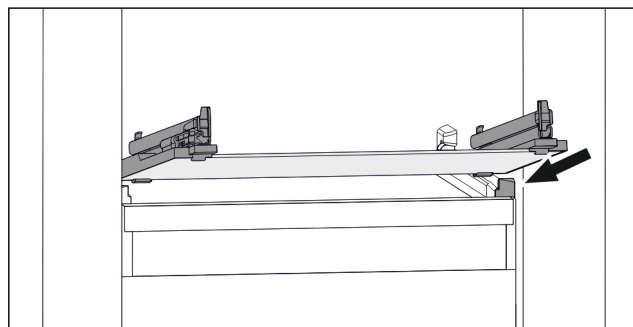

Fig. 48 Příklad znázornění skleněné desky
- Nasad'te skleněnou desku šikmo za zářádky. (viz Fig. 48)